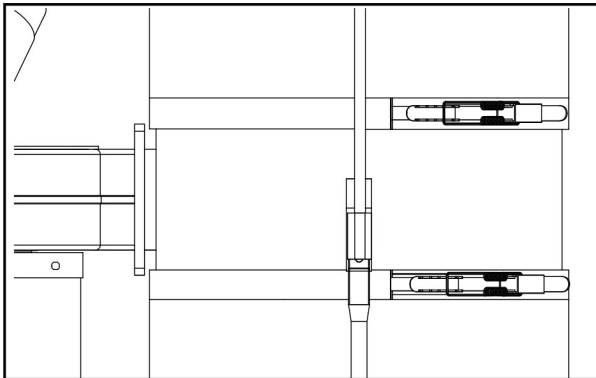
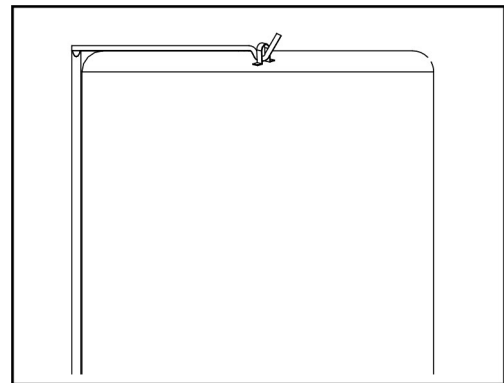

Abb.7-1
Abb.7-2
6. Legen Sie die Beutelklemme in die Beutelkante ein und befestigen Sie den Beutel an den Behälter (Abb.7-1). Hängen Sie den oberen Beutel an den oberen Behälterträger (Abb. 7-2)